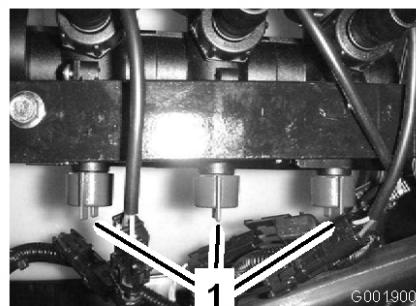

図 28
12. OFF にしたブームのバルブの下に付いているバイパス・バルブ（図 28）を使って、上記手順9で設定した水圧と同じ水圧に調整する。